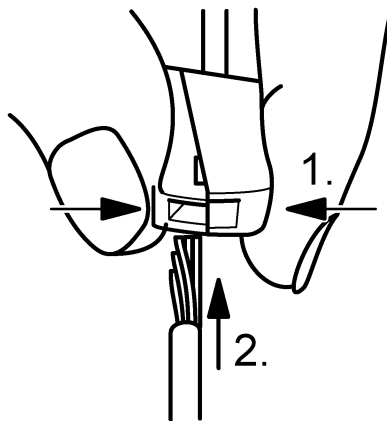

Figura 9: Collegamento del conduttore flessibile
- Premere il morsetto sul lato contro l'apertura quadra e collegare il conduttore flessibile (figura 9).